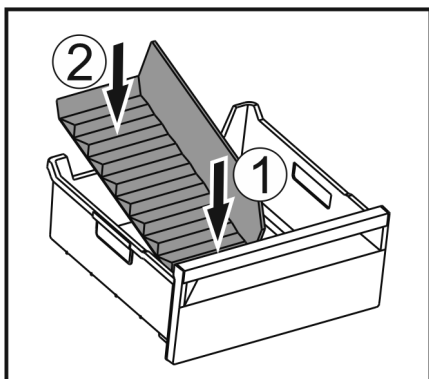

Fig. 60
- ▶ Сначала устанавливайте разделитель спереди Fig. 60 (1).
- ▶ Опустите заднюю часть Fig. 60 (2).